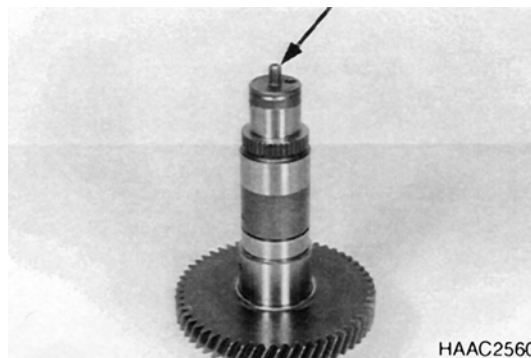

Figure 177
10. Install stud (Figure 177).